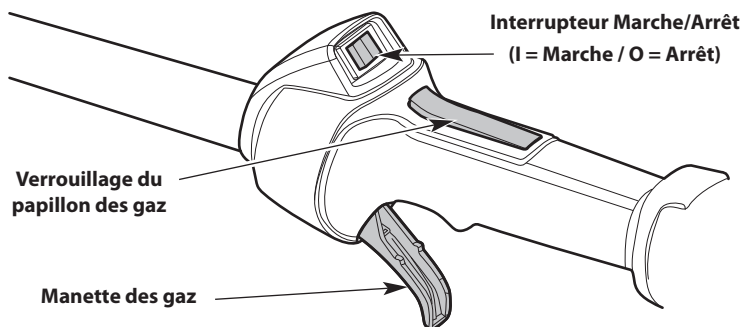

Fig. 10
REMARQUE : Il n'est pas nécessaire de démarrer l'appareil. L'interrupteur de marche/arrêt est constamment en position de **Marche (I)** (Fig. 10).
4. Appuyez sur le bouton de verrouillage de la manette des gaz et maintenez-le enfoncé. Serrez la manette des gaz et maintenez-la enfoncée (Fig. 10).
2. Appuyez sur l'interrupteur de marche/arrêt et maintenez-le enfoncé en position **d'Arrêt (O)** jusqu'à ce que le moteur s'arrête complètement (Fig. 10).